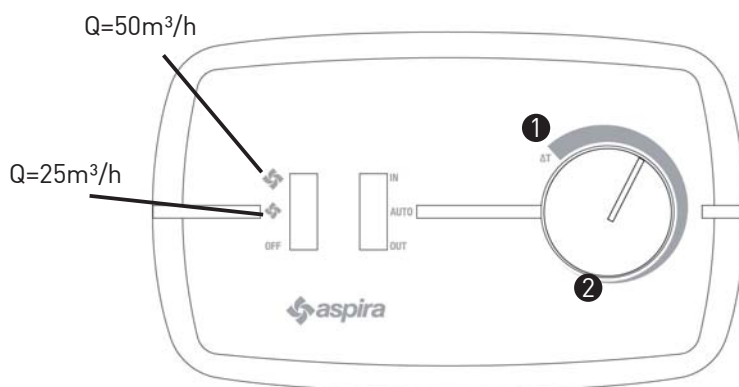

Abbildung 14
Liegt beispielsweise im Winter die Außentemperatur bei -15°C und der Temperaturunterschied ΔT zwischen dem Innen- und Außenbereich ist erhöht, drehen Sie den Knopf auf Position (1). Ist der Temperaturunterschied ΔT an einem Frühlingstag jedoch minimal oder liegt in Nullnähe, drehen Sie den Knopf auf Position (2) (Abbildung 14).